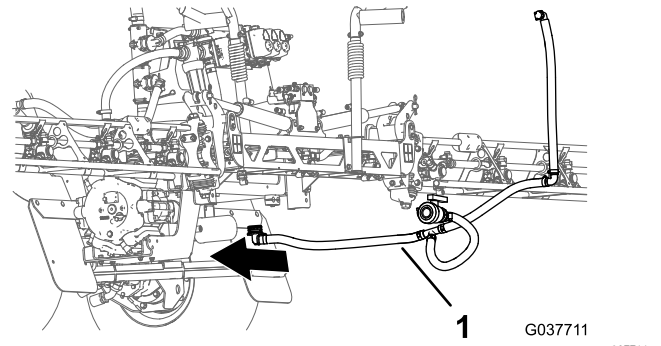

Figura 74
3. Alinhe os tubos de distribuição e de drenagem para a traseira da máquina (Figura 74).